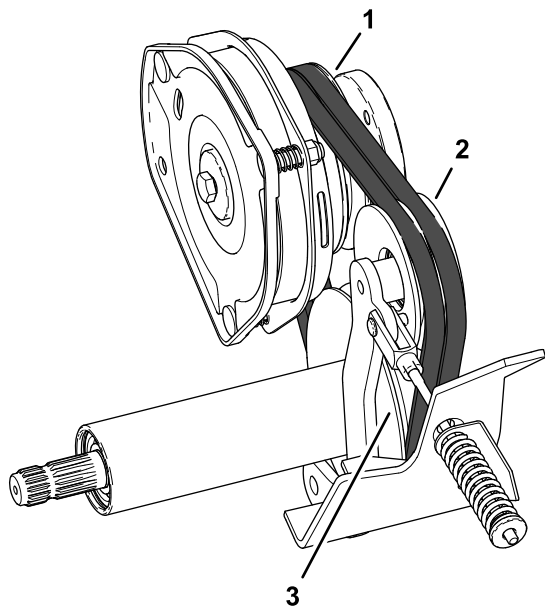

Figura 94
1. Aliniați curelele prizei de putere pe fulie (Figura 94).